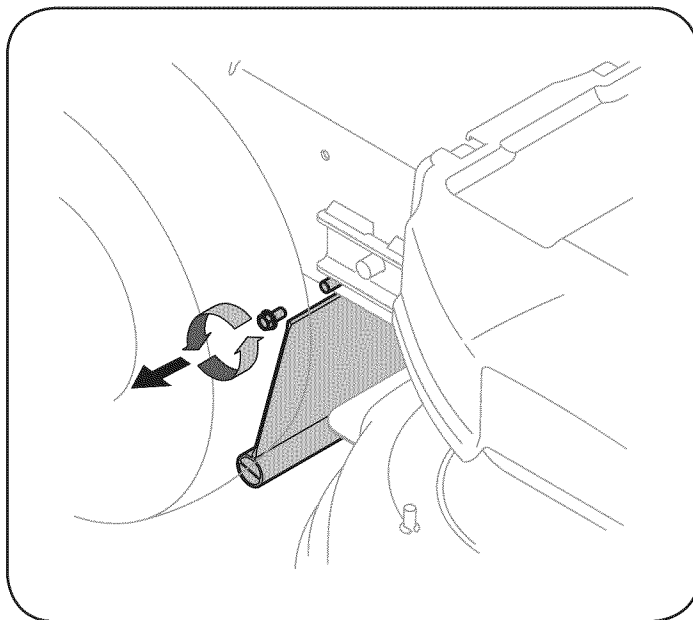

Figura 32
- Extraiga el tornillo que fija el escudo al lado derecho de la cortadora. Vea la Figura 32.